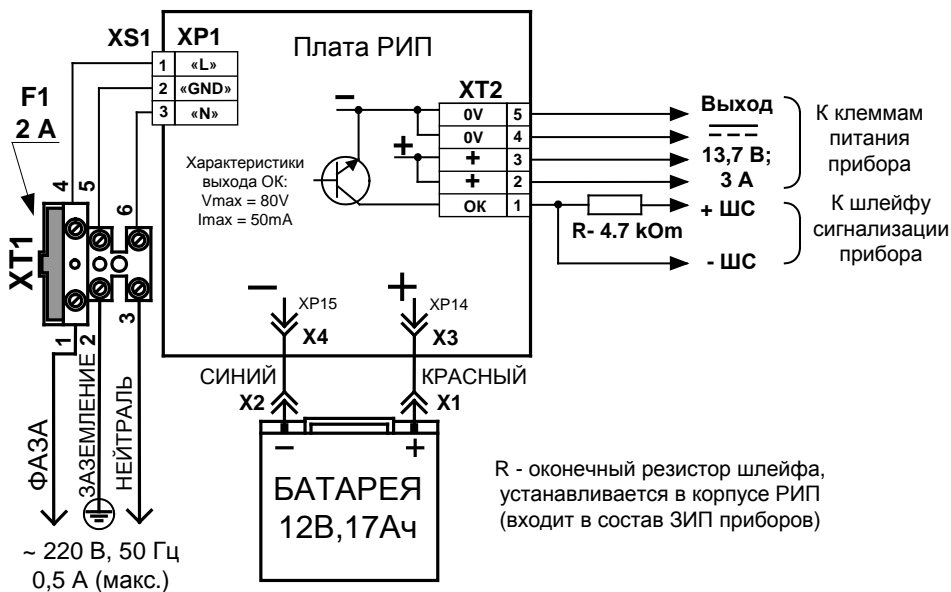

Рисунок 2
ВНИМАНИЕ! При подключении внешнего питающего напряжения 220 В к сетевой колодке ХТ1 необходимо соблюдать правильность подключения проводов «фаза» и «нейтраль». Подключение производить в соответствии с Рис. 2. Схема подключения также расположена на внутренней стороне корпуса РИП.
3.2.5 Согласно схеме соединений (рис. 2):
б) изъять из колодки вставку F1 (2 А), подключить сетевые провода к входной колодке (фаза (L) должна быть подключена к ХТ1:1, см. рис. 2);
г) для дистанционной сигнализации перехода на резервное питание или короткого замыкания подключить РИП к шлейфу сигнализации запитываемых приборов. Пример подключения РИП к приборам «Сигнал-20», «Сигнал-20П», «С2000-4» и им подобным приведён на рис. 2.
а) Подключить батарею к клеммам, соблюдая полярность (провод красного цвета подключается к положительному выводу батареи). Для увеличения времени работы РИП от резервного источника подключить клеммы кабеля Бокс-12 исп.0 (Бокс-12/34М5) параллельно клеммам основной батареи. Для отключения АБ без инструмента можно отсоединить одну из клемм Х3 или Х4 от платы (см. рис. 2).